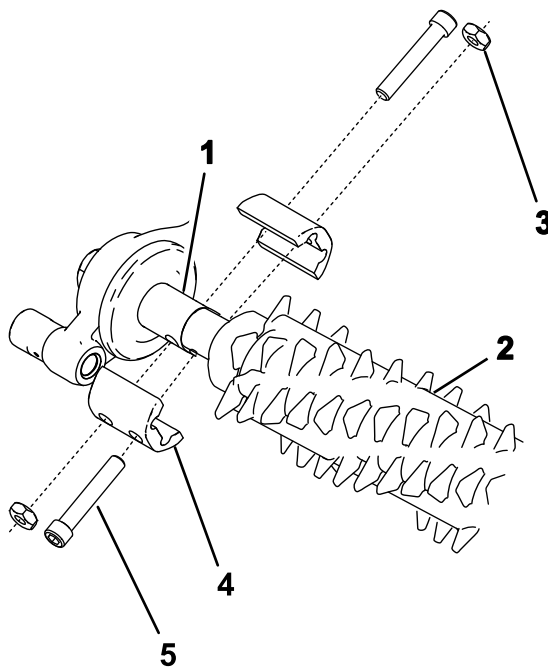

Figura 23
2. Alinee el groomer con la caja de transmisión del groomer y el conjunto de polea tensora (Figura 23).
3. Fije el groomer a la máquina, tal y como se muestra en la Figura 23 y apriete los pernos.